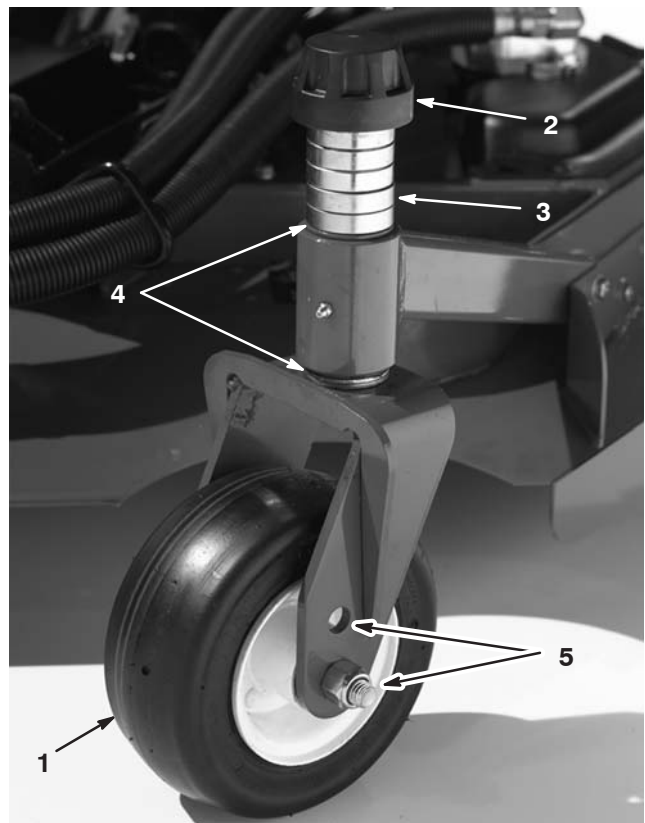
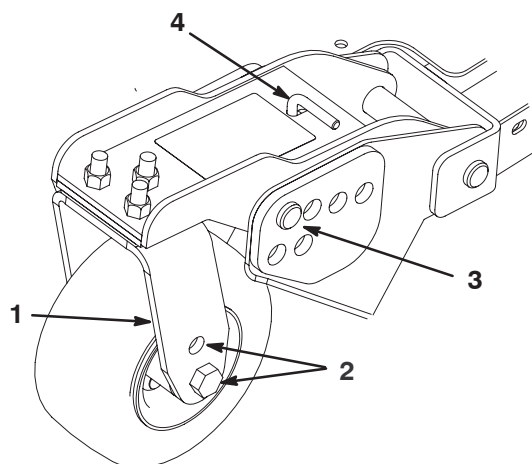
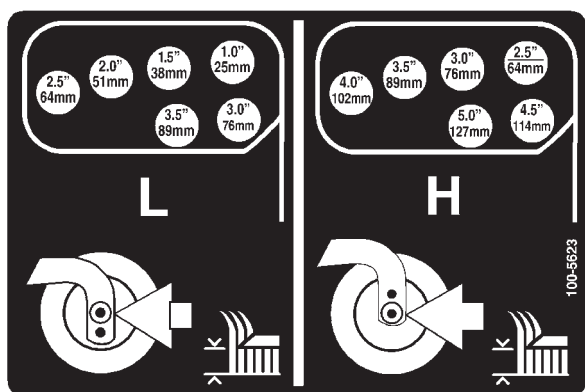

Figure 14
Figure 16
Figure 17
- Placez les essieux des roues pivotantes dans les mêmes trous sur toutes les chapes (Fig. 14 et Fig. 16). Pour choisir les trous corrects pour la hauteur de coupe requise, reportez-vous au tableau suivant.
- Enlevez le chapeau de tension de l'axe de pivot (Fig. 14) et sortez l'axe du bras pivotant. Remplacez les deux cales (3 mm) sur l'axe de pivot comme à l'origine. Elles sont requises pour que les plateaux de coupe soient parfaitement de niveau sur toute la largeur. Placez le nombre requis d'entretoises de 13 mm sur l'axe de pivot pour obtenir la hauteur de coupe voulue, puis ajoutez la rondelle.
4. Enlevez la goupille fendue et les axes de chape des bras pivotants (Fig. 16).
5. Tournez la tige de tension pour élever ou abaisser le bras de pivot jusqu'à ce que les trous soient en face de ceux du support de hauteur de coupe sélectionnés dans le bâti du plateau de coupe (Fig. 16 et Fig. 17).